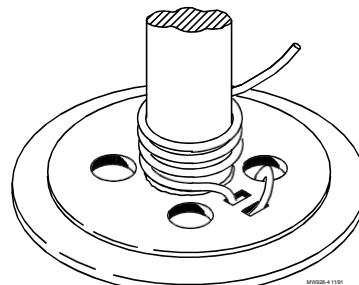

Figure 17. Enroulement du câble sur le tambour
6. Fixez une extrémité du câble de 3/16 po [4,8 mm] au treuil, comme illustré à la **figure 17**. Déroulez le câble sur toute la longueur de la ligne d'eau.